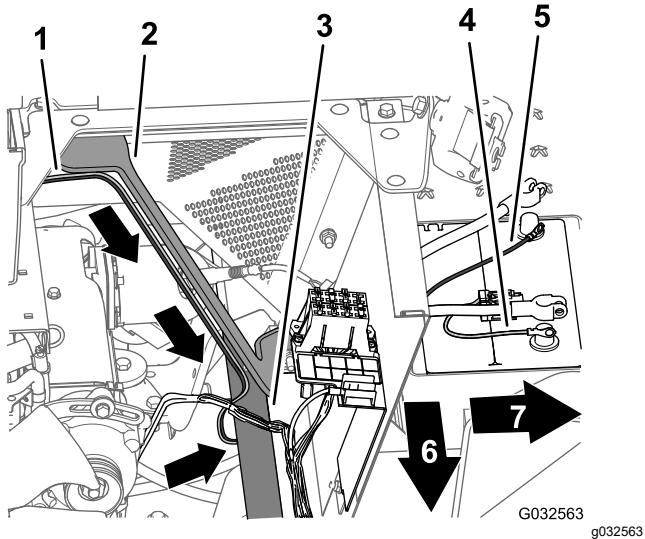

Рисунок 111
- Проложите ответвление жгута проводов длиной 165 см вниз вдоль левой опоры кожуха двигателя и под левой трубкой рамы (Рисунок 111).
| 4. Проложите ответвление длиной 165 см жгута проводов с предохранителем на 50 А и с положительной/отрицательной круглыми клеммами к верхней части аккумуляторной батареи (Рисунок 111). | |